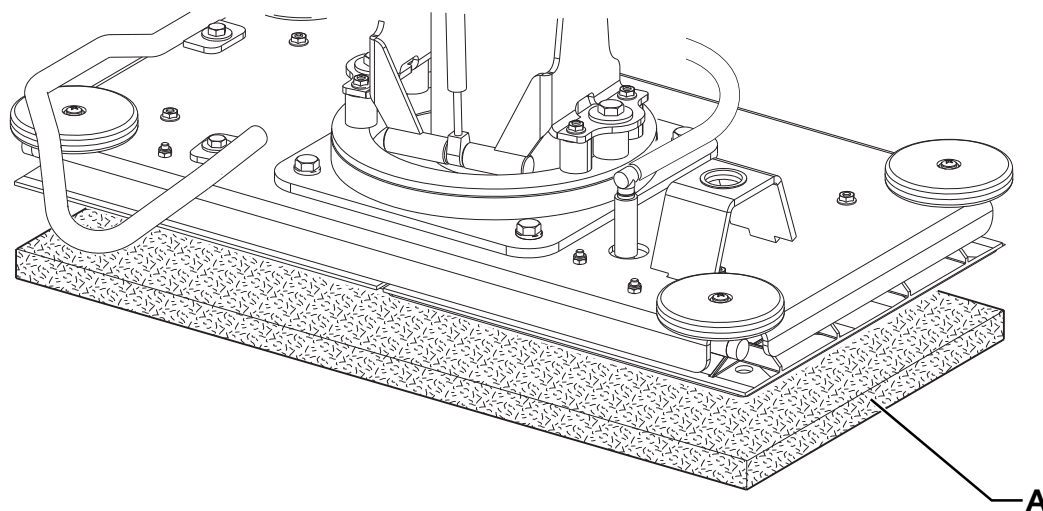

Abbildung 3
1. Zündschlüssel (58) einstecken und in Stellung I drehen.
*Vor Betätigung des Schalters (63) stets überprüfen, ob sich keine Fremdkörper zwischen Bürstenkopf (5) und Gerät befinden, die das Anheben des Bürstenkopfs behindern könnten.*
2. Den Kopf durch Drücken des Schalters (63) heben.
3. Zündschlüssel (58) in Stellung 0 drehen und abziehen.
4. Pad (A, Abb. 3) so anbringen, dass es in die Platten des Kopfes BOOST® greift.